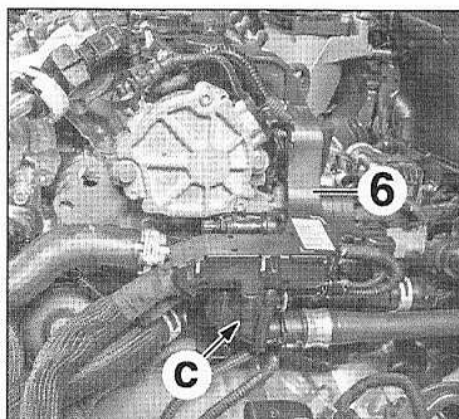

FIG.86
- Déposer le support du faisceau (6) après l'avoir déverrouillé en (c) (Fig.86).